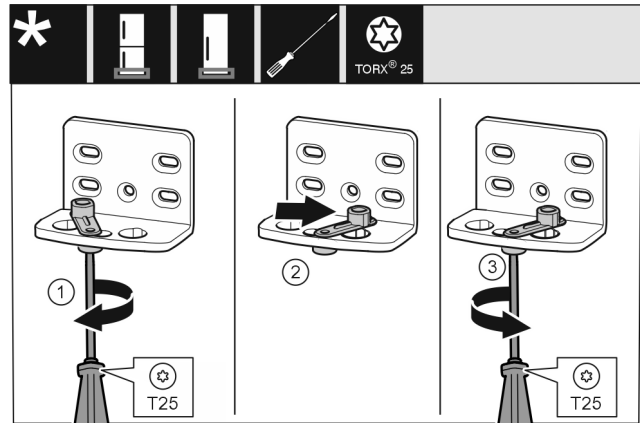

Fig. 23
- ▶ Schroef met de schroevendraaier T25 losdraaien. Fig. 23 (1)
- ▶ Deursluthulp optillen en 90° naar rechts in de opening draaien. Fig. 23 (2)
- ▶ Schroef met schroevendraaier T25 vastschroeven. Fig. 23 (3)